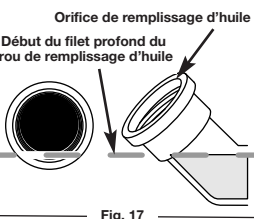

Fig. 17
- Si le niveau d'huile ne touche pas le début du filet profond du trou de remplissage d'huile, ajoutez un peu d'huile dans le trou de remplissage et contrôlez à nouveau (Fig. 17). Répétez cette procédure jusqu'à ce que le niveau d'huile atteigne le début du filet profond du trou de remplissage d'huile.